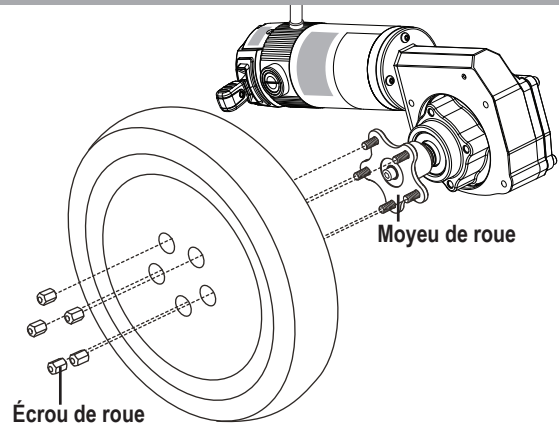

Figure 9. Enlèvement de la roue motrice Quantum 4Front Série
4. Retirez les cinq (5) écrous de roue du moyeu. Voir la figure 9.